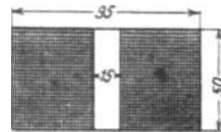

Abb. 3. Spulenabmessungen zu Aufgabe 29.
29. Eine Spule von $15 [30]$ mm (Abb. 3) innerem Durchmesser ist mit einem $0,3 [0,4]$ mm dicken Kupferdraht, der mit Seide besponnen ist, bewickelt, und zwar liegen $125 [200]$ Drähte nebeneinander und $100 [90]$ Lagen übereinander, so daß der äußere Durchmesser der Spule $95 [120]$ mm beträgt. Welchen Widerstand besitzt die Spule bei 20° ?